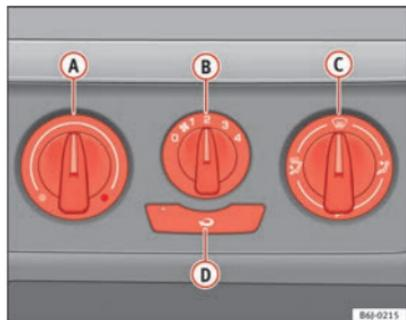

Fig. 100 Mandos de la calefacción en el tablero de instrumentos
- Gire el regulador de temperatura **A** ⇒ fig. 100 hacia la izquierda.
- Gire el regulador de la temperatura **A** ⇒ fig. 100 hacia la derecha hasta alcanzar el grado de calefacción deseado.
- Gire el regulador de la temperatura **A** ⇒ fig. 100 hacia la derecha hasta el nivel máximo de calefacción.
- Gire el regulador de temperatura **(A)** ⇒ fig. 100 hacia la zona de calefacción.